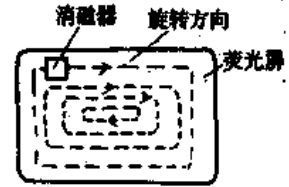

图 25-7 机外消磁方法示意图
①用市售消磁器消磁,方法是:先打开彩电电源,并置频道于空档(空频道),然后给消磁器加电,如图 25-7 所示,手握消磁器,并靠近荧光屏(约 2cm 左右)作匀速圆周运动(正、反时针旋转均可),由外向内边旋转边缩小圆圈,你将看到色斑会跟随着消磁器的移动而飘动,当圆圈划到最小时,不断电沿荧光屏的垂直中心轴慢慢移开消磁器,直到消磁器远离显像管 1.5m 以上时切断电源,到此消磁便告结束。图像色彩将恢复正常。假如还不够理想,还可依上述方法再消磁一次。消磁中请注意,消磁器绝对不能与荧光屏接触,否则会划伤荧光屏。